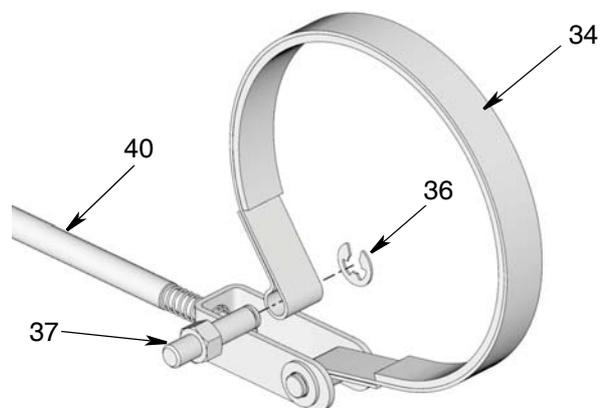

FIG. 30
10. Tournez l'ensemble du frein à 180° (FIG. 30).
11. Placez le collier (34) autour du moyeu à frein (12).
12. Placez l'axe de fixation (37) dans le collier (34) en vous assurant que l'extrémité de la pince est dans la position indiquée à la FIG. 30.
13. Remplacez la pince (36) (FIG. 30).